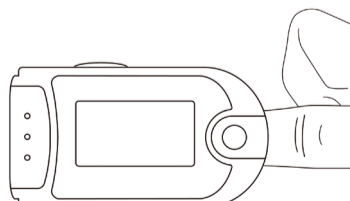

Figure 4 : Placer le doigt
2. Ouvrez la pince, comme indiqué à la Figure 4.
1. Le doigt doit être placé correctement (voir l'illustration du présent manuel à la figure 4). Un mauvais positionnement pourrait entraîner une mesure incorrecte.